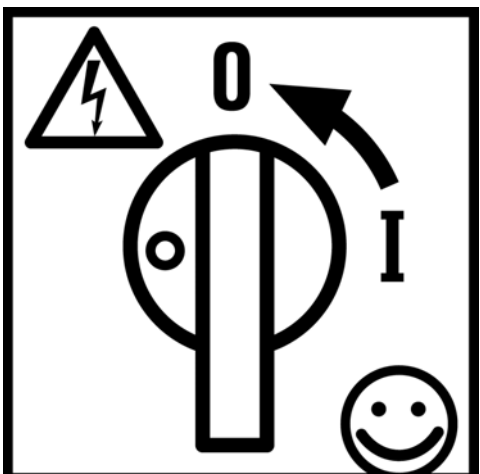

Fig.: 10
- 1 Considerar o uso de um interruptor de rede externo 1 (Fig.: 10) **para se poder desligar a electricidade do sistema a qualquer tempo.**